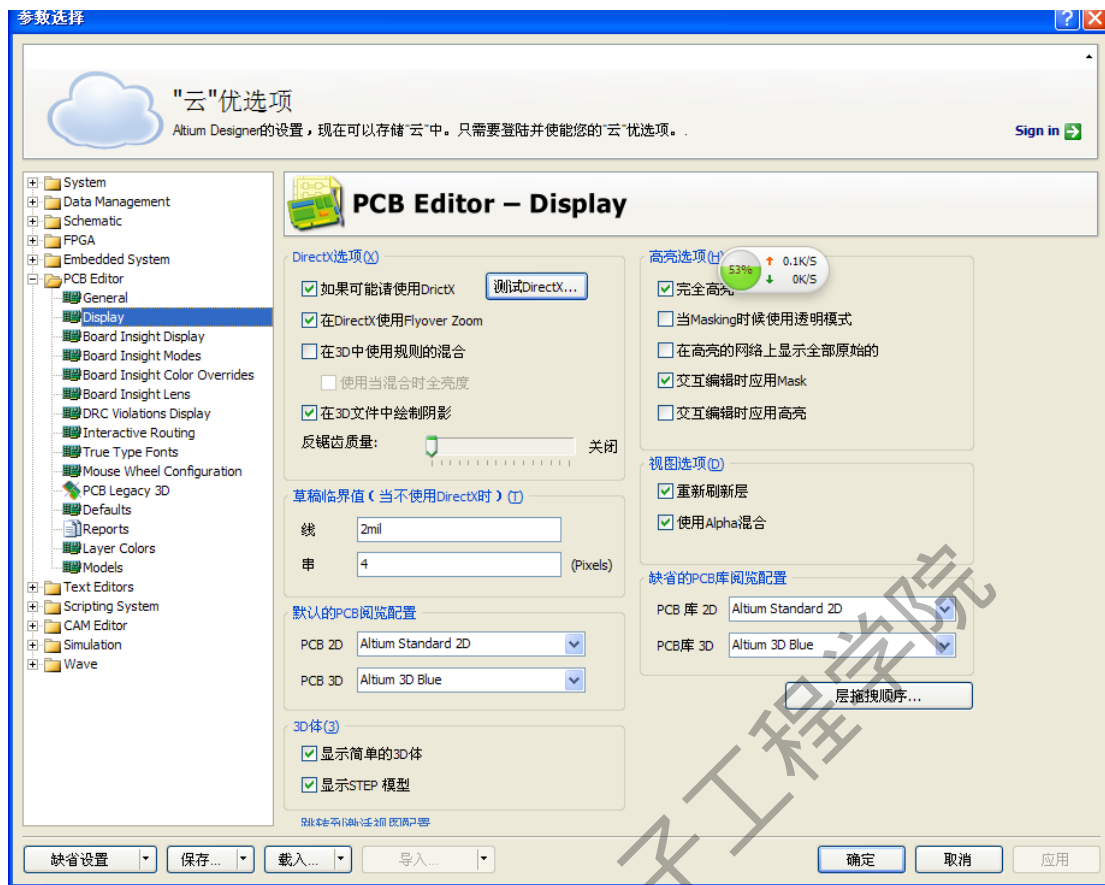

图 2-33 PCB Editor-Display 选项卡
按下 PCB Editor-Display。在 DirectX Options 部分的页面，选中 Use DirectX if possible 的选项。如图 2-33 所示。这将使我们能够利用最新的 3D 视图模式。按下 OK 关闭优先偏好设定对话框。注：Altium Designer 的 3D 视图模式，需要 DirectX 9.0c 的和 Shader Model 3 或更高版本上运行，以及一个合适的图形卡,不能运行 DirectX 的用户将被限制使用三维视图。
2. 如图 2-33，PCB 规则和约束限制编辑器对话框就会出现。每个规则类显示在对话框左边 Design Rules 文件夹的下面。双击 Routing 扩展，看到相关的布线规则。然后双击 Width，显示宽度规则。